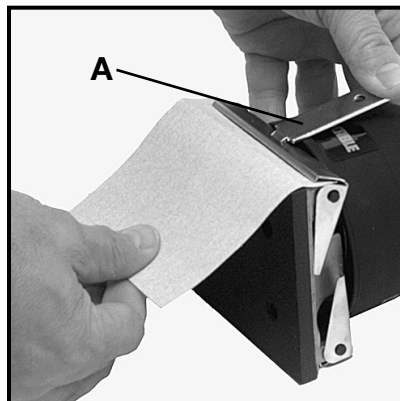

Fig. 2
1. Insérez la petite extrémité de la clé, fournie avec la ponceuse, dans la fente (A), Fig. 2, la bosse de la clé étant dirigée vers le haut, et pressez la clé vers le logement de la ponceuse de manière à ouvrir la pince.